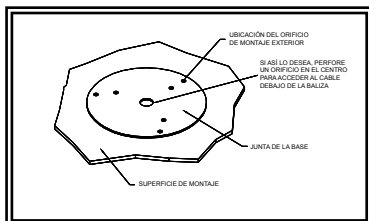

Figura 1
- Usando la junta de la base como plantilla, marque las ubicaciones de los tres orificios de montaje (vea la figura 1).
- Se puede perforar un cuarto orificio para el acceso del cable según se muestra en la figura 1, o bien, los cables pueden pasar por la ranura de la base para acceso externo.